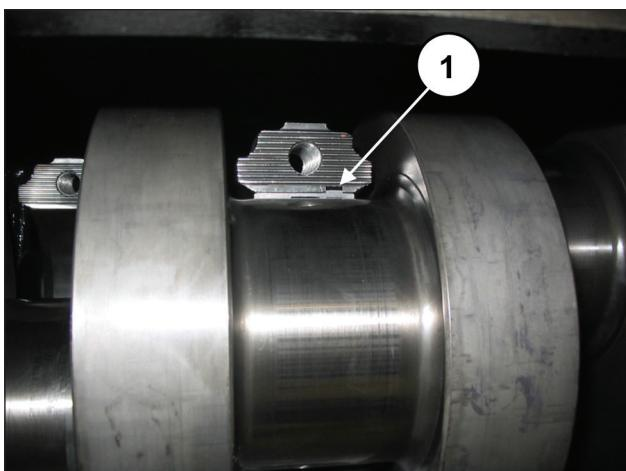

Рис. 58
Для правильности сборки полуподшипников убедитесь, что контрольная шпонка полуподшипников попадает в специальный паз на половинке шатуна (поз. ①, Рис. 58).